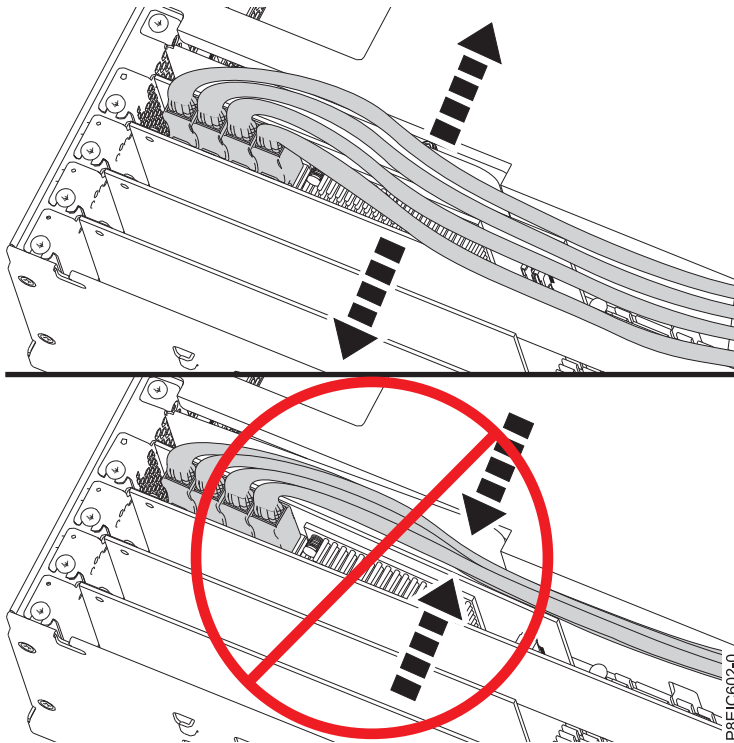

図 37. ディスク・ドライブ信号ケーブルの配線
- ケーブルを分散させて、ケーブルをはさみず保守アクセス・カバーを閉じることができるようにします。図 37を参照してください。